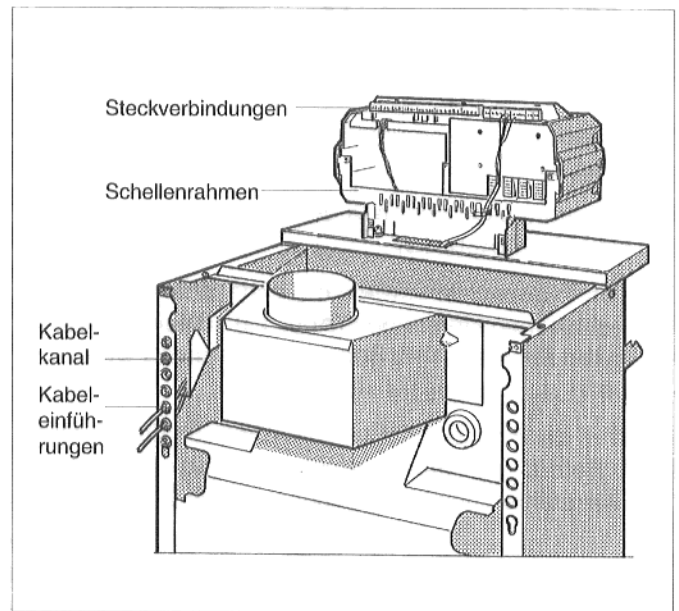
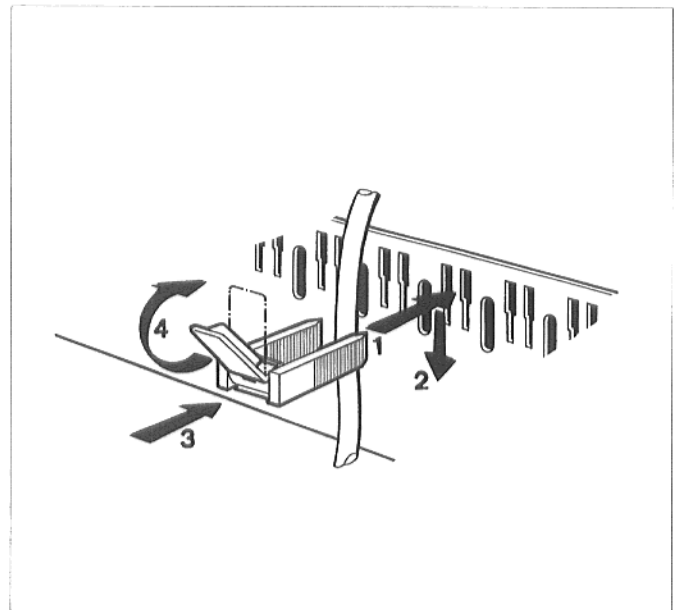

Abb. 10: Kabelführung und Steckverbindungen
Abb. 11: Leitung mit Kabelschelle sichern
- Bauseitige elektrische Anschlüsse nach Schaltplan an den Steckverbindungen herstellen (Abb. 10).
Die Leitungen von hinten durch die Kabeleinführungen im Kabelkanal verlegen und durch die Öffnung in der vorderen Kesselhaube zum Regelgerät führen (Abb. 10).
- Alle Leitungen mit Kabelschellen sichern: Kabelschelle mit eingelegter Leitung von oben in die Schlitz des Schellenrahmens (Abb. 10) einsetzen; der Steg des Hebels muß dabei nach oben zeigen. Kabelschelle herunterschieben und gegendrücken. Hebel nach oben umlegen (Abb. 11).